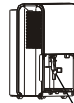

Imagen 7 Gotas de la manguera de la bomba
- Si la manguera de la bomba se cae mientras retira el recipiente (consulte Imagen 7), deberá volver a instalar la manguera de la bomba de forma correcta en la unidad antes de volver a colocar el recipiente en la unidad. (Consulte Imagen 8)